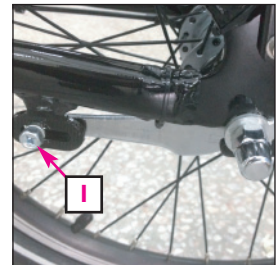

Abb. 19
1. Am Schaltdrehgriff (3) den ersten Gang einlegen.
2. Schraube des Bremsgegenhalters **I** (Abb. 19) lösen.